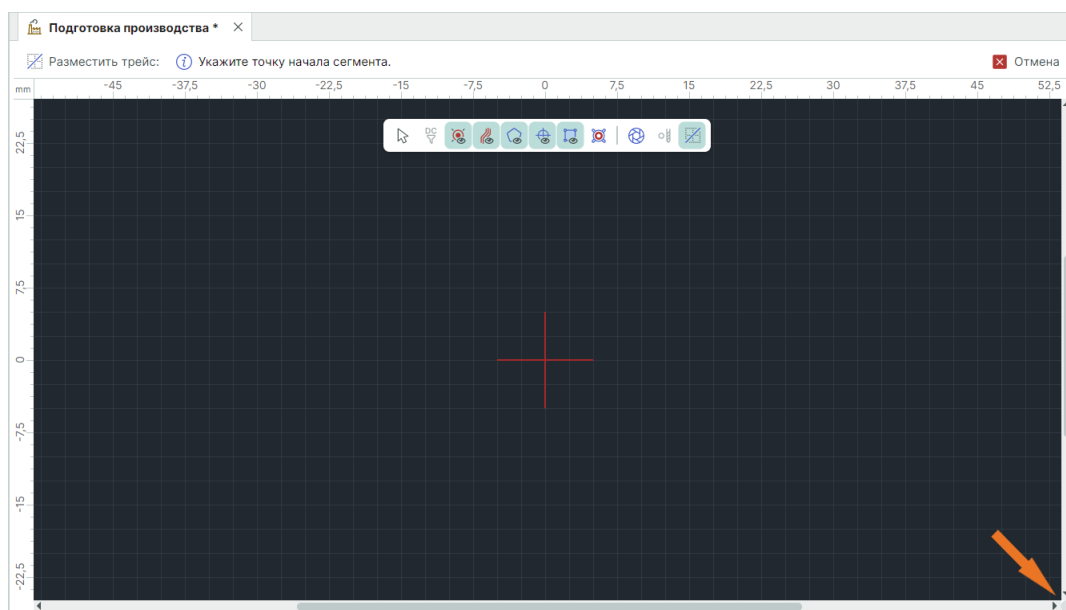

Рис. 200 Переход к вводу координат курсора мыши
2. Нажмите на круг, расположенный в правом нижнем углу окна графического редактора («Ctrl+Space»), см. Рис. 200.